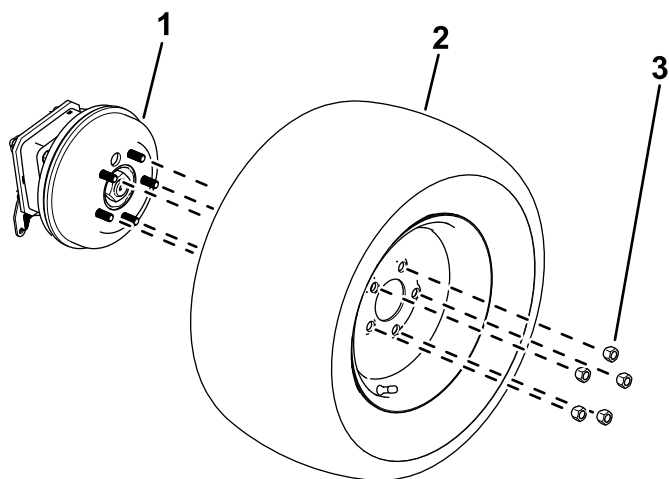

Figura 11
1. Allentate e rimuovete i dadi delle ruote (Figura 11).
2. Rimuovete le ruote dai mozzi (Figura 11).
1. Utilizzate i dadi ruota rimossi in precedenza per fissare gli pneumatici ai mozzi delle ruote (Figura 11).